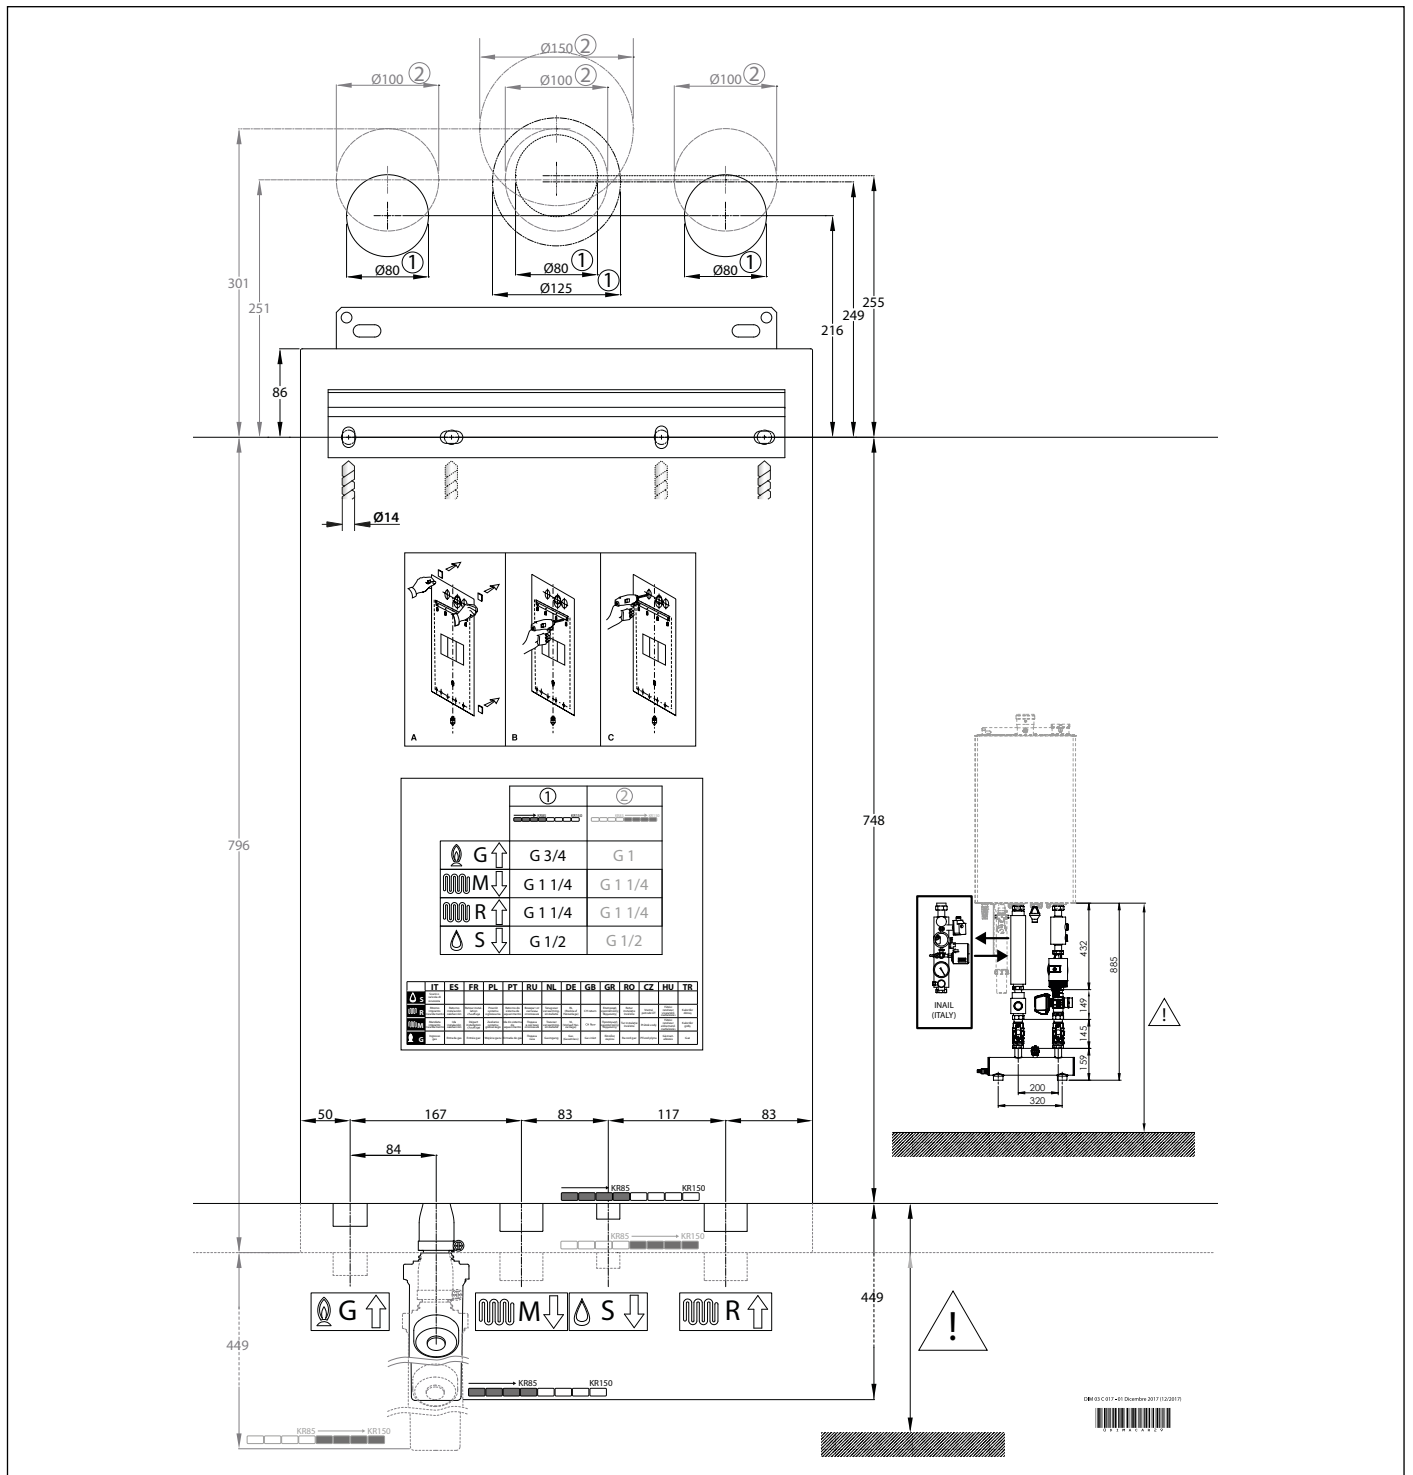

Fig. 10 Plantilla de instalación
- la plantilla de fijación de la caldera a la pared (ver Fig. 10 Plantilla de instalación).
Cada aparato está provisto de una plantilla de papel correspondiente (ver Fig. 10 Plantilla de instalación).